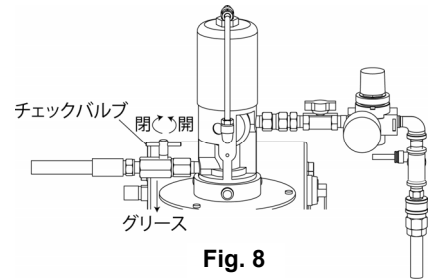

Fig. 8
- 最初のグリースには、ポンプ内のエアが混入し、良い状態ではありません。ポンプ出口のチェックバルブを開き、チェックバルブ下の小さな穴からエアの混入したグリースを完全に吐出させてください。この際、グリースが手に触れないよう紙などを敷き、吐出したグリースを処理してください。(Fig. 8)
- グリースのエア抜きが終わったら、チェックバルブを確実に締め込んでください。(Fig. 8)